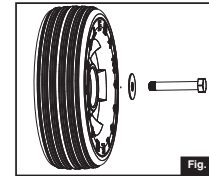

Fig. 3
- Ensamble las ruedas a la base de la parrilla. Instale cada rueda al eje usando un perno y dos arandelas. (Fig. 3, Fig 4)